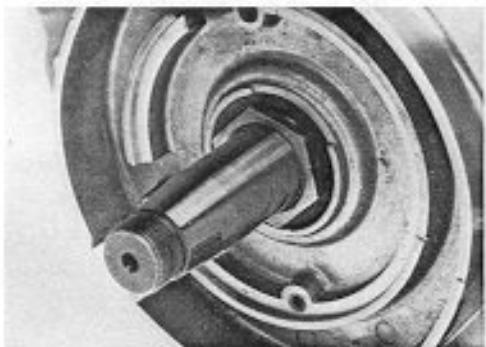

Fig. 124
- Inserire sull'albero il dado con esagono da 36 mm avendo cura di non danneggiare il paraolio. Bloccare l'albero con l'attrezzo speciale 61808033 e serrare a fondo il dado (Fig. 124). **ATTENZIONE - Filettatura sinistrorsa.**
- Install the nut with 36 mm hex. Onto the shaft, taking care not to damage the oil seal. Lock the crankshaft with tool 61808033 and tighten the nut firmly (Fig. 124). **WARNING - Left-hand thread.**